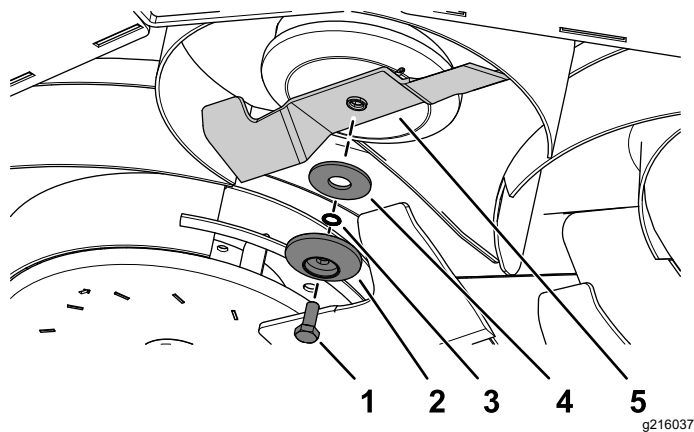

Bild 104
2. Entfernen Sie die Messerschraube, den Messerhalter, die gefederte Sicherungsscheibe, die Wellenscheibe und das Messer von der Spindelwelle (Bild 104).